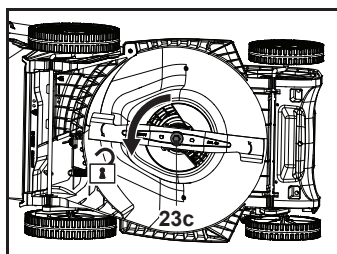

Fig. 18
1. Mantenga la parte inferior y la cuchilla (23) limpias y libres de suciedad. Retire los recortes del canal de descarga trasero (22).
3. Mantenga la cuchilla (23) afilada para garantizar un buen rendimiento de corte. Sustituya una cuchilla desgastada o dañada por una nueva del mismo tipo o pida a un especialista cualificado que la afile.
4. Afloje el perno de montaje (23c) girándolo hacia la izquierda con una llave de impacto eléctrica adecuada (vaso de 13 mm) (Fig. 18) y retírelo junto con la arandela cóncava (23b) y la cuchilla (23).